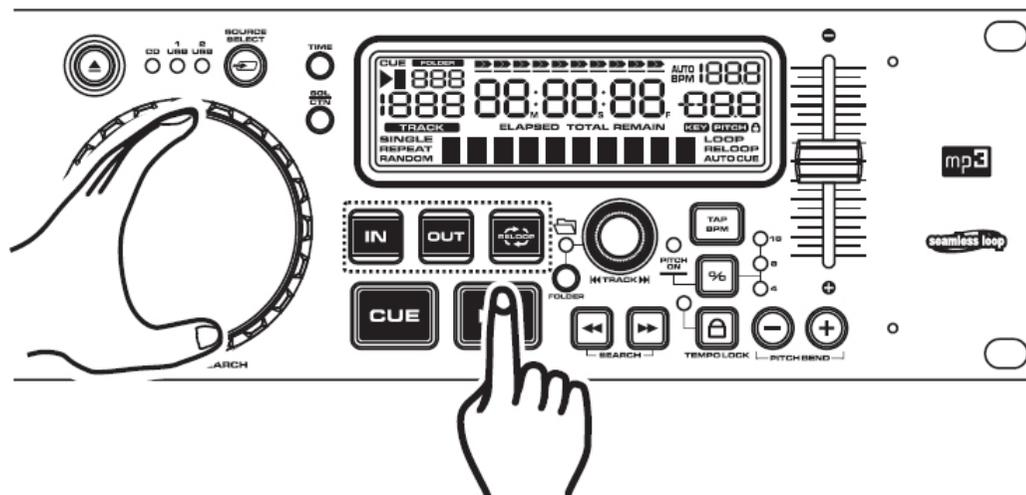

Bild 11
Dieses Feature ermöglicht es Ihnen, durch einen Track zu blättern, um einen Cue Punkt oder einen Loop Punkt zu setzen. Um diese Funktion zu benutzen, müssen Sie sich im Pause- oder Cue-Modus befinden. Wenn Sie sich im Pause- oder Cue-Modus befinden, drehen Sie das Jog Wheel (18) mit den Fingerspitzen oder der Hand, um durch den Track zu blättern (Siehe **Bild 11**).
Haben Sie den gewünschten Startpunkt erreicht, können Sie einen Cue (Start-) Punkt setzen, indem Sie den Play/Pause Button (15) wie in *Bild 11* drücken.